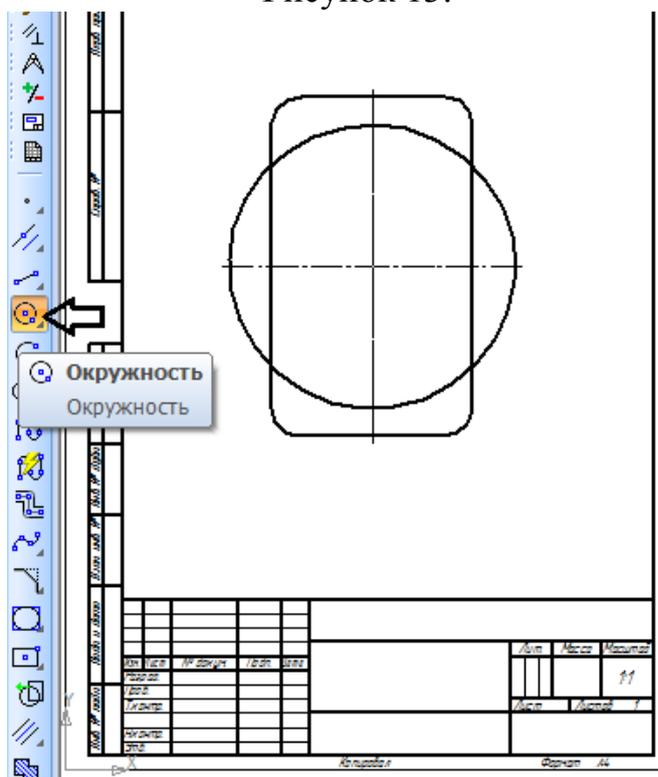

Рисунок 14.
7. В центре прямоугольника постройте **Окружность**: основной линией с осями,  $\varnothing$  **100 мм** (рисунок 14).